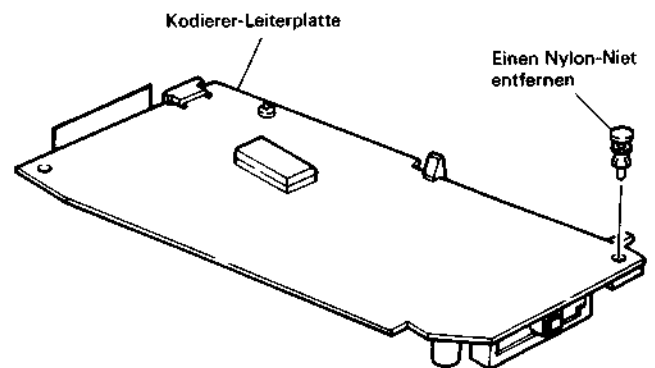

Abb. 2.23 Ausbau der Kodierer-Leiterplatte
4. Einen (1) Nylon-Niet entfernen, mit dem der Leiterplattenrahmen befestigt ist (siehe Abb. 2.23).